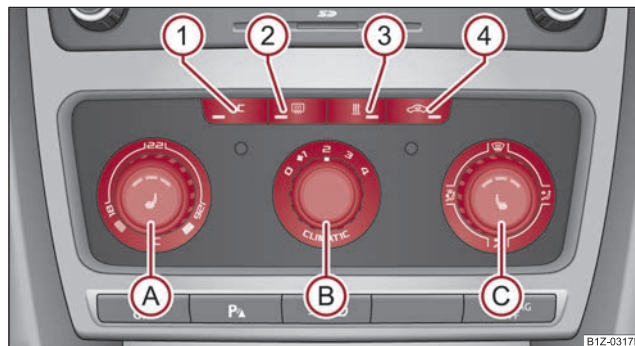

Fig. 139 Climatic: Elementos de mando
La refrigeración funciona sólo si se pulsa la tecla  ⇒ página 114, fig. 139  y se cumplen las siguientes condiciones:
- Gire el regulador giratorio (A) ⇒ fig. 139 hacia la derecha para aumentar la temperatura.
- Gire el regulador giratorio (A) hacia la izquierda para bajar la temperatura.
- Pulsar la tecla   ⇒ **página 114, fig. 139**. En la tecla se encenderá el testigo.
- Pulse la tecla ④ ⇒ página 114, fig. 139, en la tecla se encenderá el testigo.
Si el regulador distribuidor de aire ③ se encuentra en la posición ⇒ página 114, fig. 139, el servicio de aire circulante se desconectará automáticamente. Pulsando repetidamente la tecla usted puede conectar de nuevo el servicio de aire circulante también en esta posición.